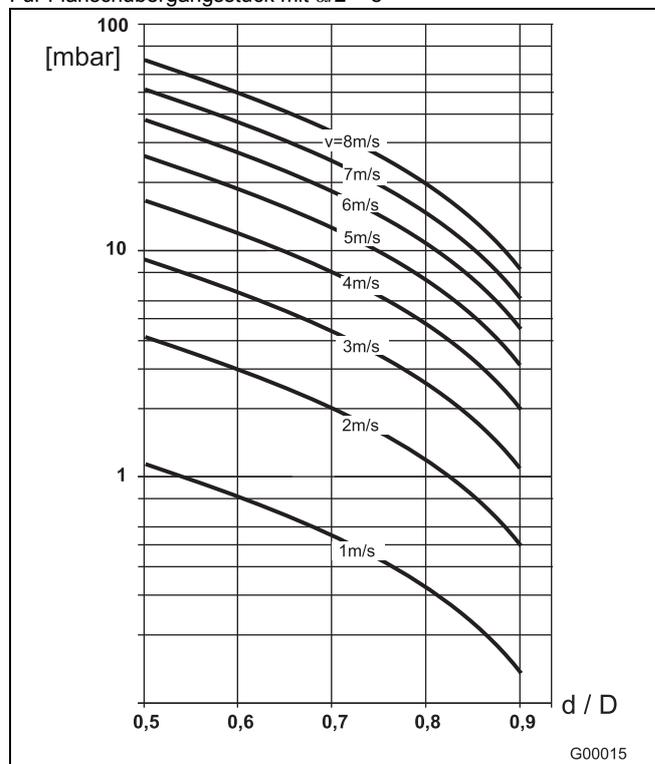

Abb. 24
2. Die Fließgeschwindigkeit aus dem Durchflussnomogramm (Abb. 24) entnehmen.
3. In der Abb. 24 auf der Y-Achse den Druckverlust ablesen.